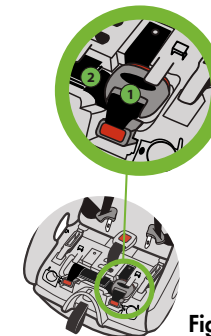

Figura 120
Saque el ajustador (1) y el cinturón (2) LATCH del compartimiento que está en la parte de abajo del asiento, lo cual se muestra en la **figura 120**.